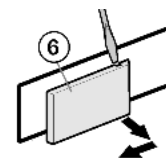

Fig. 6
- ▶ С помощью отвертки отсоедините и снимите крышку со стороны ручки Fig. 6 (6) наружу.